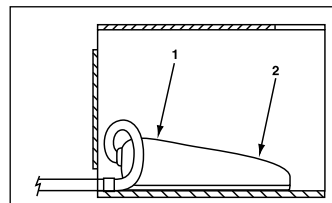

Abb.9
5.4 Ventile mit Fußschalter (siehe Abb. 9)